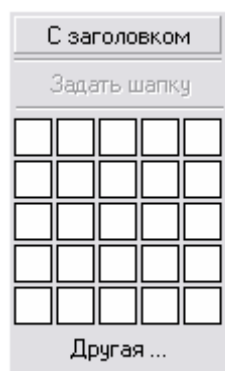

Рис. 5.66
1. На инструментальной панели **Объекты** выберите инструмент **Таблица** . При этом появится окно для выбора вида таблицы (Рис. 5.66).